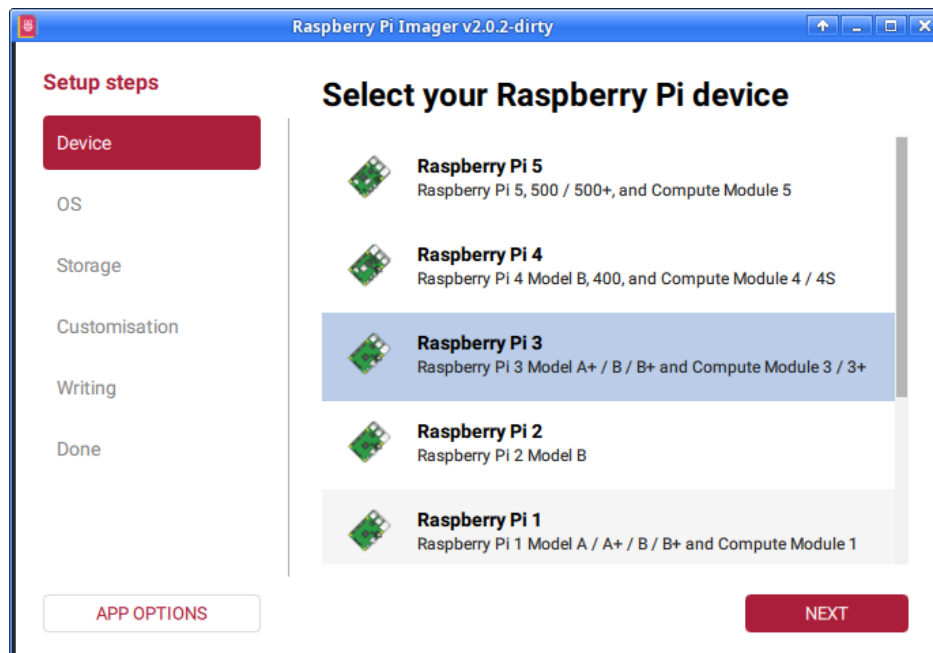

Figura 2: Seleccionar Dispositivo en Raspberry Pi Imager
- **Device:** Raspberry Pi 3 o 4 (según el modelo) (Figura 2)